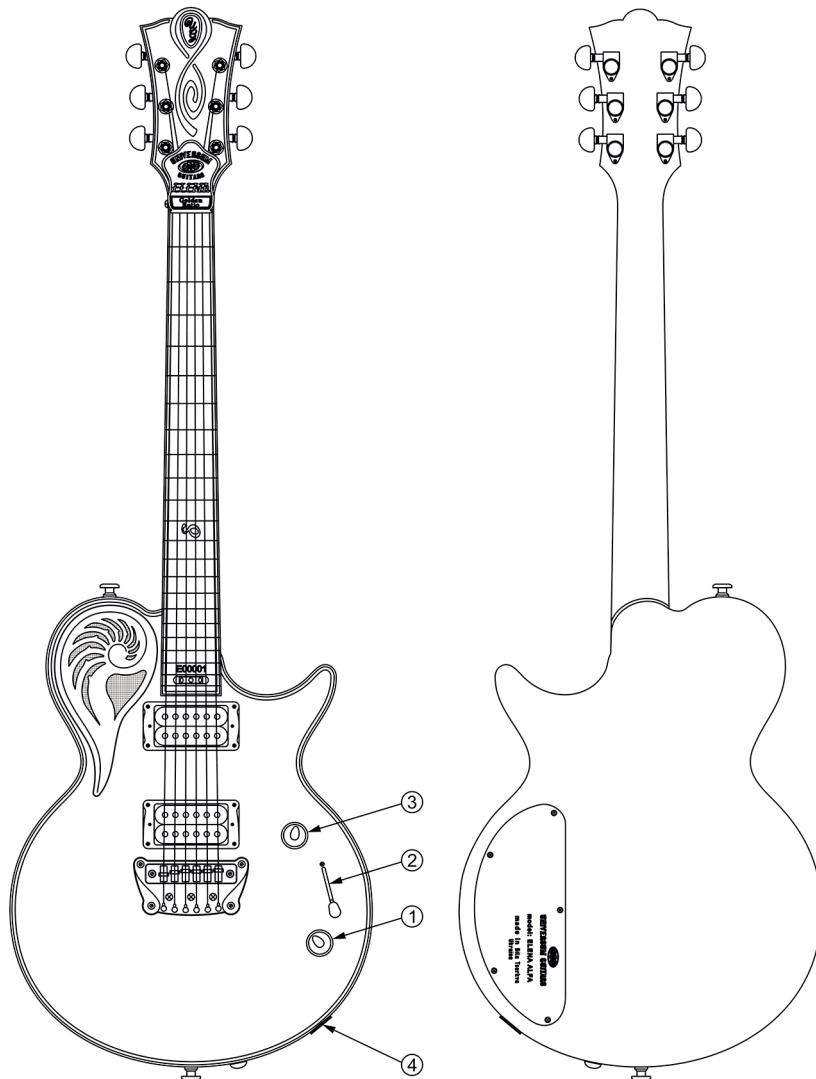

Рис. 20
- Выходной разъем - электромагнитный (Рис.20 поз.4).
- 1) Ручка потенциометра регулировки тона (Рис.20 поз.1) с двухпозиционным переключателем типа “Push-Pull”. Переключатель отсекает по одной катушке в каждом электромагнитном звукоснимателе.
- 2) Ручка трехпозиционного переключателя-селектора (Рис.20 поз.2): переключает комбинации коммутирования электромагнитных звукоснимателей.
- 3) Ручка потенциометра регулировки громкости электрогитары (Рис.20 поз.3).